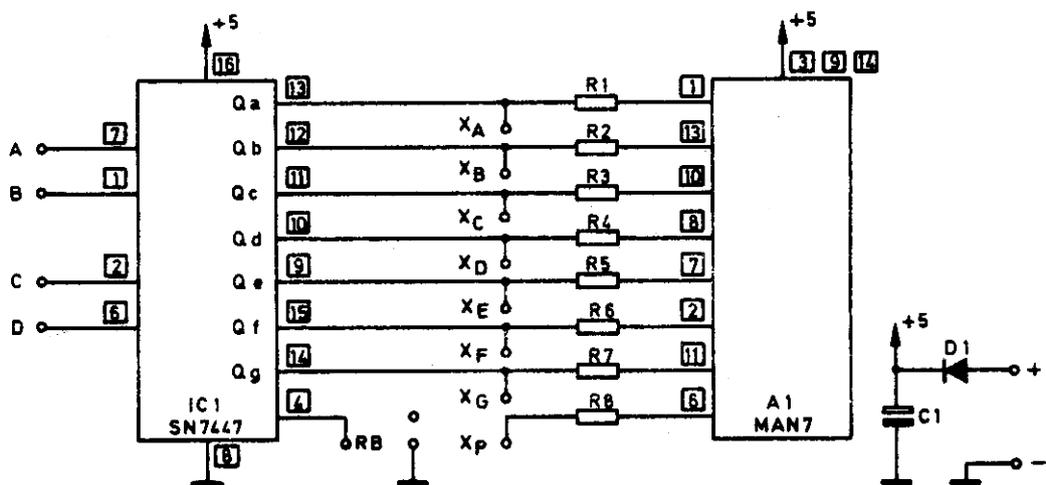

Abb. 159
Der Schaltungsaufbau im Innern besteht im wesentlichen aus einem integrierten Schaltkreis (IC), der über Widerstände mit der Segmentanzeige verbunden ist (Abb. 159).
Während die Buchsen X_A bis X_P direkt mit den Segmenten der Anzeige verbunden sind, lassen sich bei der Benutzung der Eingänge A bis D bereits bestimmte Verknüpfungen herstellen und damit Vereinfachungen erzielen. Dabei bleiben X_A bis X_P unbenutzt, weil über das IC Verbindungen von den Eingängen zur Anzeige bestehen (vgl. Schaltbild, Abb. 159).